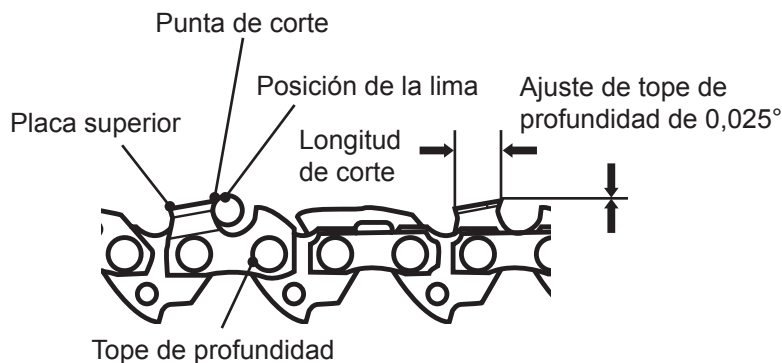

Fig. 43
9. Utilice un instrumento de medición del tope de profundidad para comprobar la altura de este. La mayoría de los principales proveedores de herramientas pueden suministrarle dispositivos de medición del tope de profundidad (Fig. 43).